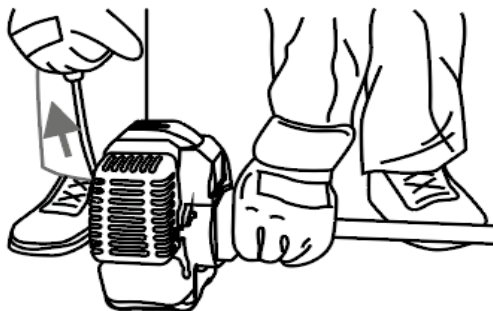

Рисунок 10. Схема розташування мотокози під час запуску.
3. Утримувати мотокосу під час запуску двигуна, притиснувши її штангу до поверхні землі (рис. 10).